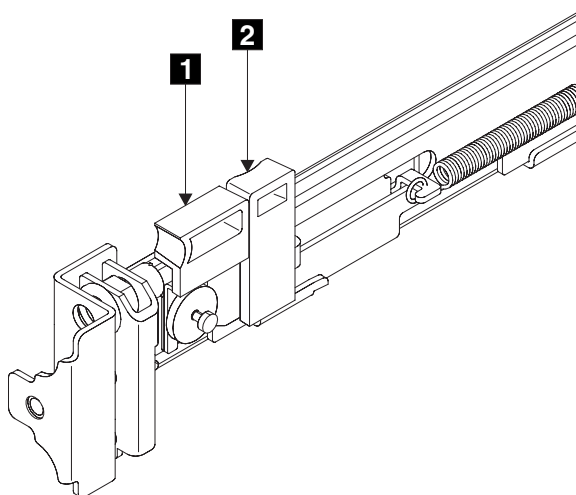

図 22. ラッチ・ロック・キャリアの引き込み
2. ラッチ・レバー **1** の側面に指を置き、親指をラッチ・ロック **2** の前面にあてる。図 22 を参照してください。